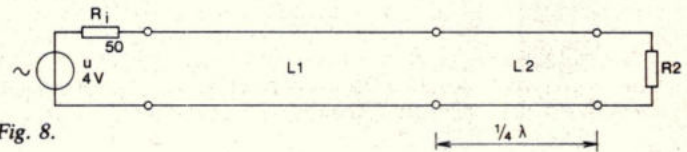

Fig. 8.
5. Twee verliesvrije lange leidingen L_1 en L_2 zijn in serie geschakeld. Dit geheel is aan één zijde aangesloten op een spanningsbron met een inwendige weerstand $R_i = 50\ \Omega$ en aan de andere zijde afgesloten met een weerstand R_2 (zie fig. 8). De leiding L_2 heeft een lengte die bij de frequentie van de span-